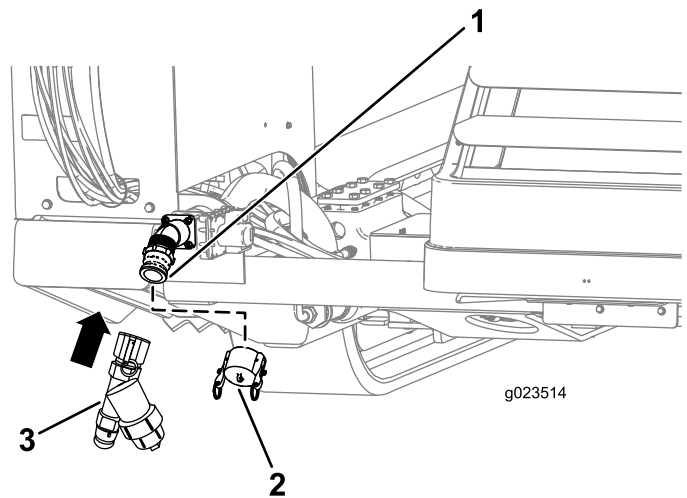

Bild 46
1. Nehmen Sie den Pumpenzulaufdeckel ab (Bild 46).
2. Fluchten Sie das Y-Sieb mit dem Gewinde an der Pumpe aus (Bild 46).